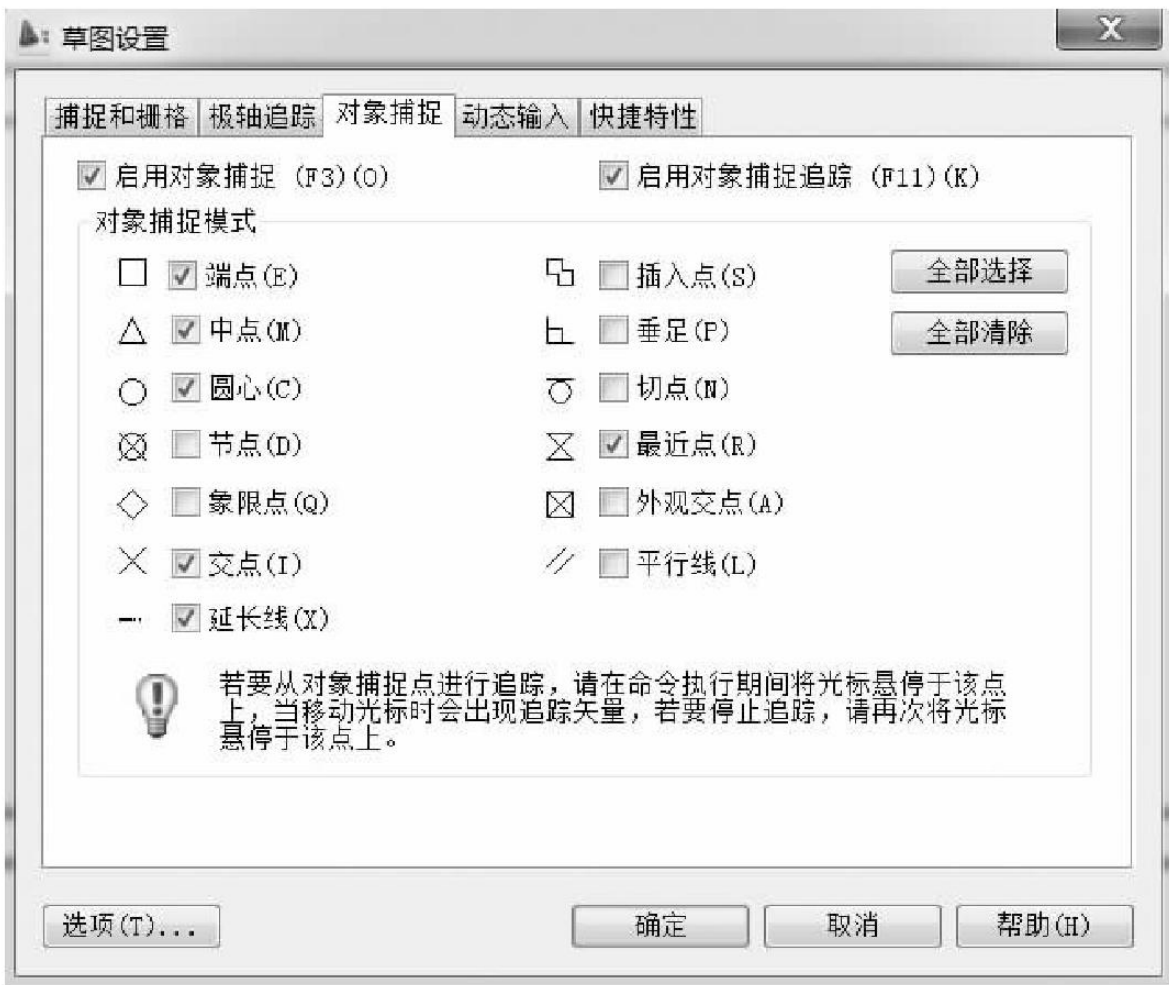

图 4-52 【对象捕捉】选项卡
(1) 设置绘图界限。单击下拉菜单栏中的【格式】|【图形界限】命令，根据命令行提示指定左下角点为原点，右上角点为“2500, 2500”。在命令行中输入 ZOOM 命令，回车后选择“全部 (A)”选项，显示图形界限。
(2) 设置捕捉模式。右击状态栏中的【对象捕捉】按钮，选择【设置】选项，弹出【草图设置】对话框。选择【对象捕捉】标签，打开【对象捕捉】选项卡，如图 4-52 所示。选择“端点”、“中点”、“交点”和“延长线”4种捕捉模式，并选中【启用对象捕捉】和【启用对象捕捉追踪】复选框，单击【确定】按钮。